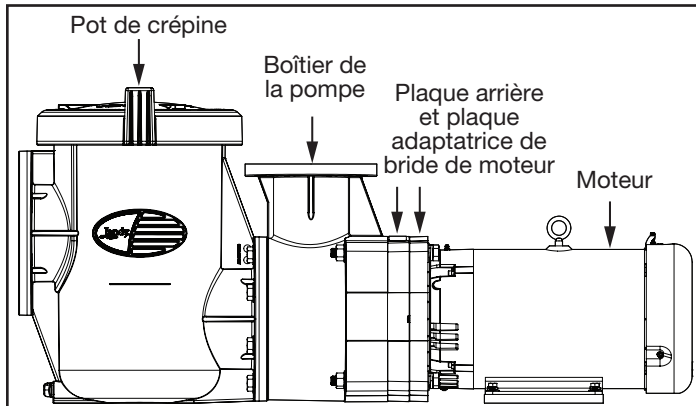

Figure 11. Pompe JCP avec ensemble pot de crépine
- À l'aide d'une clé de 15/16 po, desserrer les huit (8) vis hexagonales de 5/8 po fixant l'ensemble du pot de crépine au corps de pompe / moteur. Voir les Figures 11 et 12.